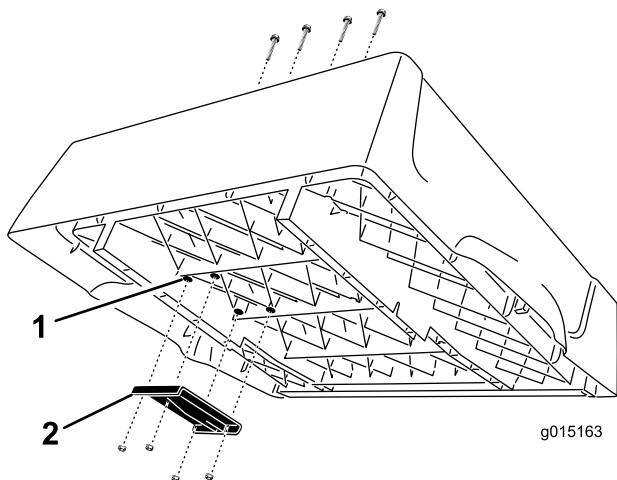

図 4
1. 荷台の右側の裏側にあるボス (4ヶ所) を探し出す (図 4)。3/8 インチのドリル・ビットを使って、ボスから荷台表面まで、4 つの貫通口を注意深く開ける。
2. 荷台の裏側に、上側昇降ブラケットを取り付ける；十字平頭ねじ (3/8 x 2-1/2 inches) (4本) とフランジ・ロックナット (Whiz lock) (3/8 インチ) を使用する。ブラケットは図 4 のように組み付ける。